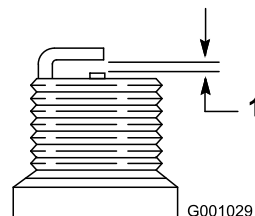

Figura 53
4. Regolate la distanza tra gli elettrodi della candela a 0,76 mm (Figura 53).